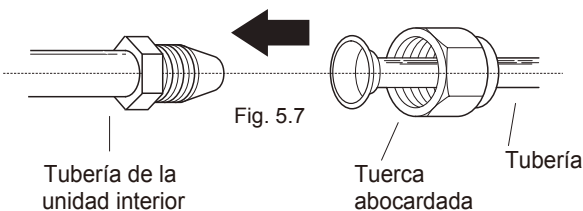

Fig. 5.7
1. Alinee el centro de las dos tuberías que va a conectar. Véase Fig. 5.7